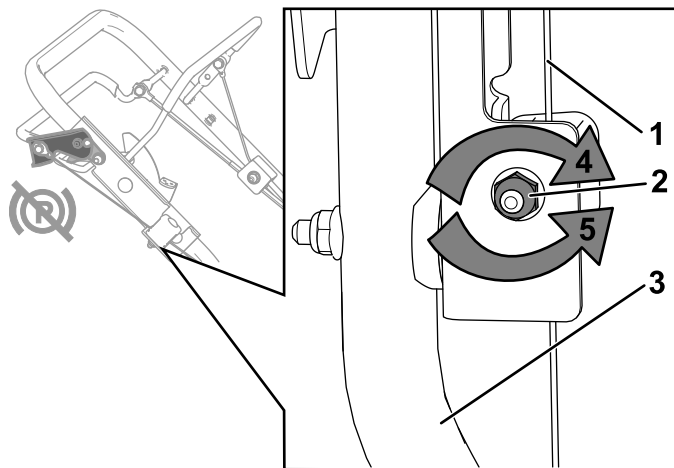

Figura 51
2. Rotii piulia de reglare în sens invers acelor de ceasornic pentru a slãbi cablul (Figura 51).
3. Reglai tensionarea cablului (Figura 51) prin tragerea sau împingerea mantalei cablului i fixarea la poziie.